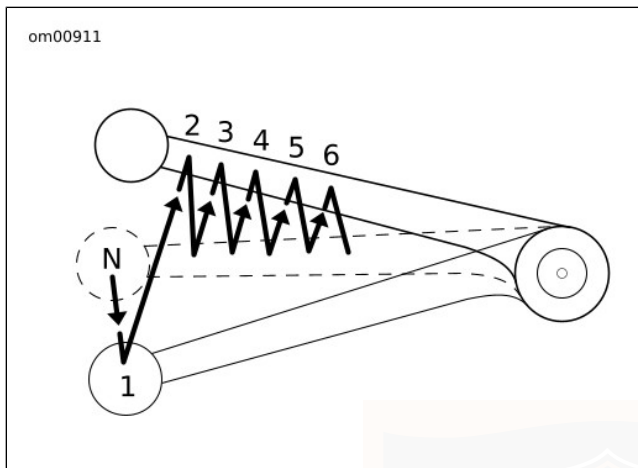

Figure 43. Séquence de changement de vitesse : Passage en vitesse supérieure
3. Voir Figure 43. Relever à fond le levier de sélection de vitesses et relâcher.